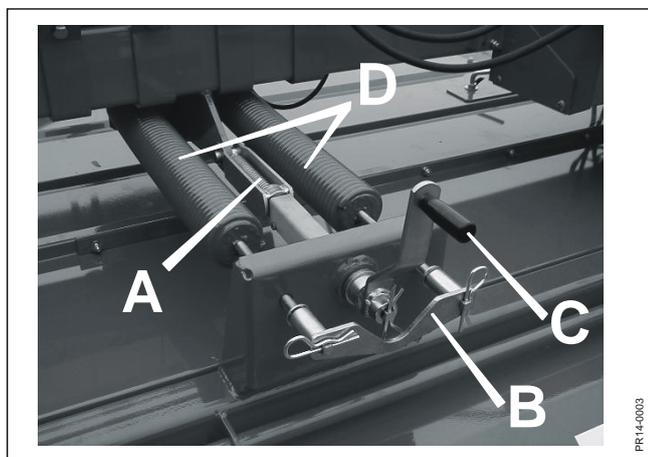

Fig. 3-9
- Fig. 3-9 Lorsque la position correcte des patins a été choisie, la hauteur de coupe précise peut être obtenue par un réglage centralisé de l'inclinaison de la barre de coupe avec la tige filetée **A**. Cela s'effectue en enlevant le verrou **B** et en tournant avec la manivelle **C**. Après le réglage, remonter le verrou **B** car il bloque le réglage. Lorsque la tôle avant est relevée, il est facile de voir comment l'angle de la barre de coupe et la hauteur de coupe ont été modifiés.